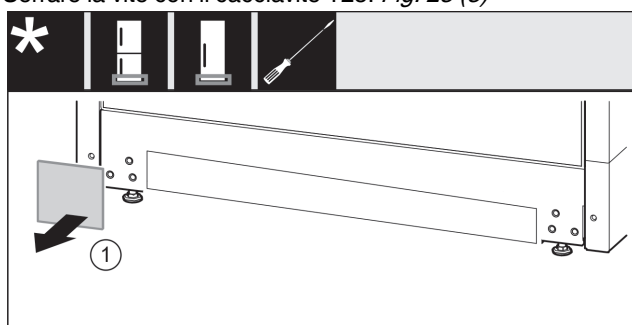

Fig. 24
- ▶ Togliere la copertura. Fig. 24 (1)